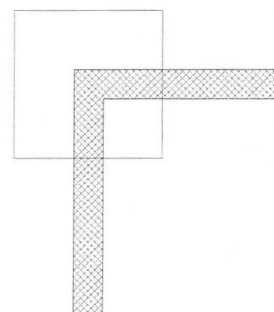

Fig. 06.08. Klik på hjørnet af væggen.
- Klik på hjørnet (Fig. 06.08).